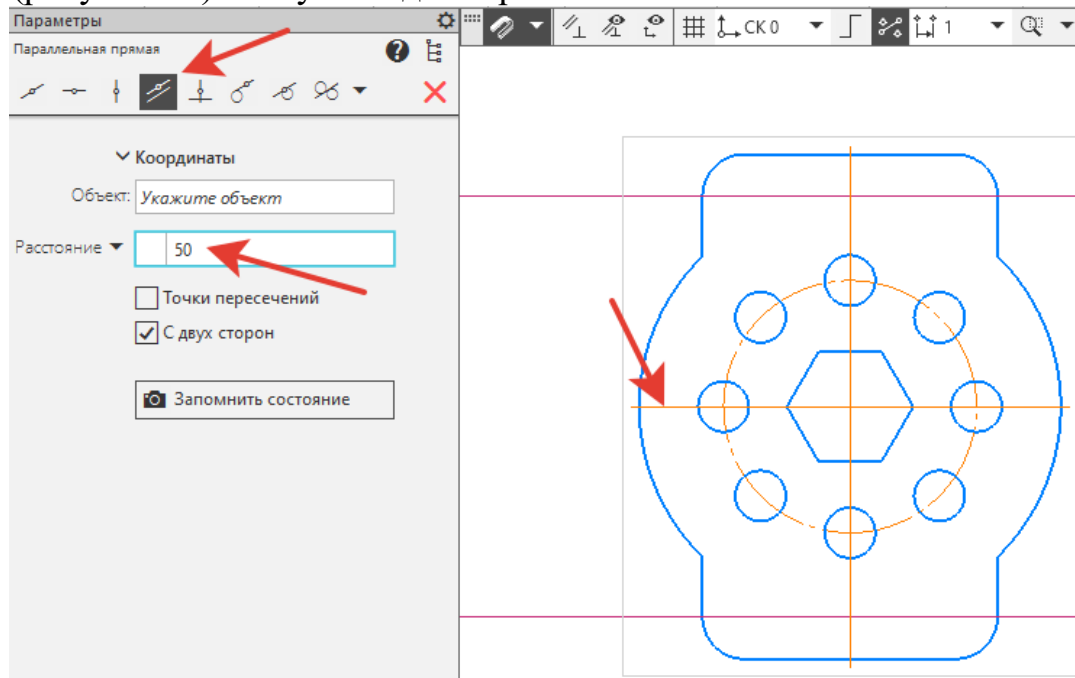

Рисунок 20.
12. Выполняем четыре окружности по углам. На инструментальной панели **Геометрия** активизируйте команду  **Вспомогательная прямая**, выберите **Параллельная прямая**. В **Параметрах** задать: **Расстояние** - **50**, поставить галочку - **С двух сторон**. В качестве объекта укажите горизонтальную осевую линию (рисунок 20). Получили две горизонтальные линии.